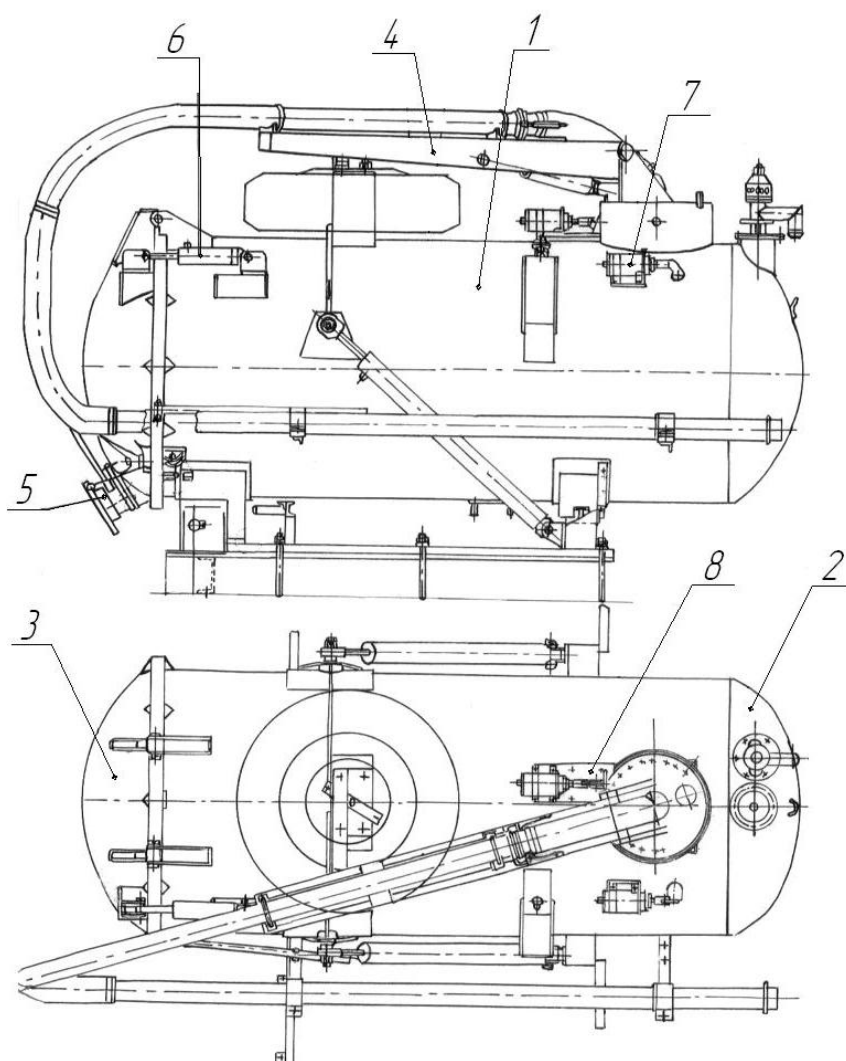

Рисунок 2. Цистерна.
3.2.1 Цистерна (рисунок 2) установлена на раму, которая закреплена на лонжеронах шасси стремянками.